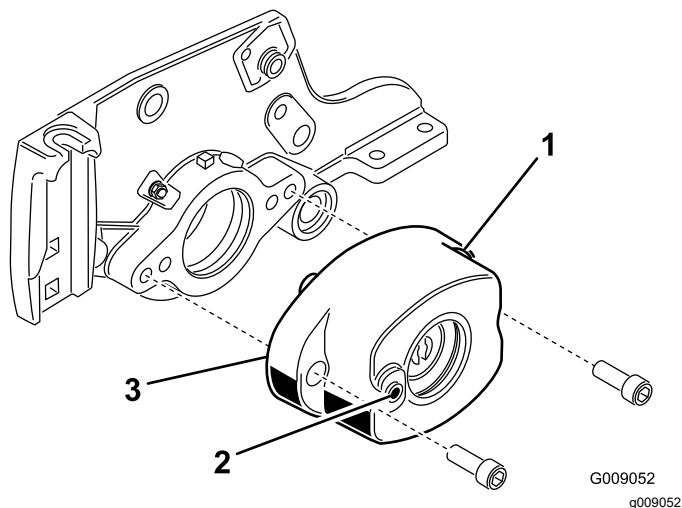

Figura 6
6. Monte el alojamiento del cepillo del rodillo en el alojamiento del cojinete del molinete con 2 pernos de cabeza Allen (3/8 x 1 pulgada) (Figura 6). Coloque el alojamiento del cepillo del rodillo con el taladro roscado orientado hacia la parte delantera de la unidad de corte.